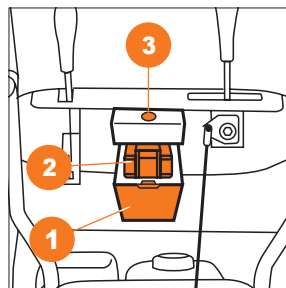

Рис. 9
- Откройте крышку **1** отсека для аккумулятора (Рис. 9).
- Установите аккумулятор **2** на место. Убедитесь в правильном расположении аккумулятора и соединении контактов (Рис. 9).
- Нажмите кнопку запуска **3** и удерживайте ее до момента запуска двигателя, но не более 5-ти секунд (Рис. 9).